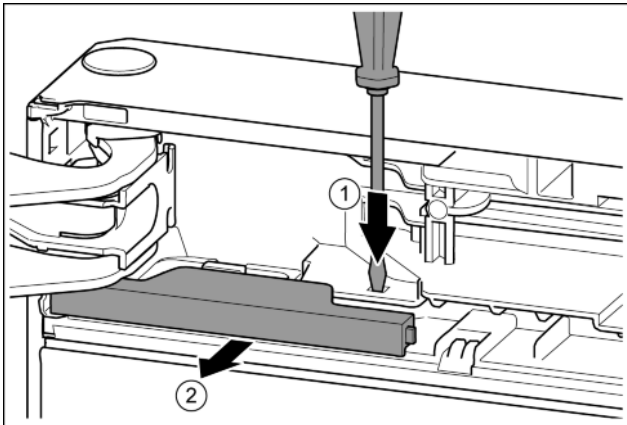

Fig. 13
- ▶ Plochým šroubovákem lamelu přitlačte. Fig. 13 (1)
- ▶ Kryt vytáhněte ze zářádky. Fig. 13 (2)